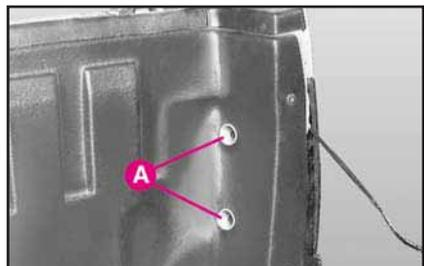

fig. 18
1) Dall'interno del vano di carico, svitare le viti **A-fig. 18**, utilizzando il cacciavite in dotazione nella borsa porta attrezzi. Sfilare il connettore elettrico.